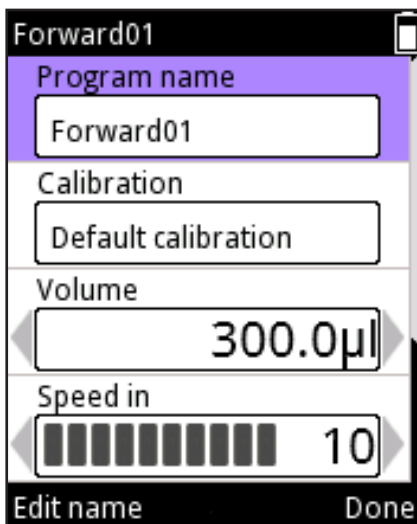

Imagen D38.
4. Al nuevo programa se le asigna un nombre por defecto que puede editarse. Desplácese hasta **Program name** (Nombre de programa) y pulse  (**Edit name**, Editar nombre) (Imagen D38). Para añadir un texto, consulte la sección D.3.1.1 acerca de cómo usar el botón virtual para cambiar el nombre. El número máximo de caracteres en un nombre de Programa es de 50. Utilice las teclas de flecha ,  para desplazarse por todo el nombre si no es completamente visible en el campo. Pulse  (**Done**, Listo) cuando haya completado los cambios.